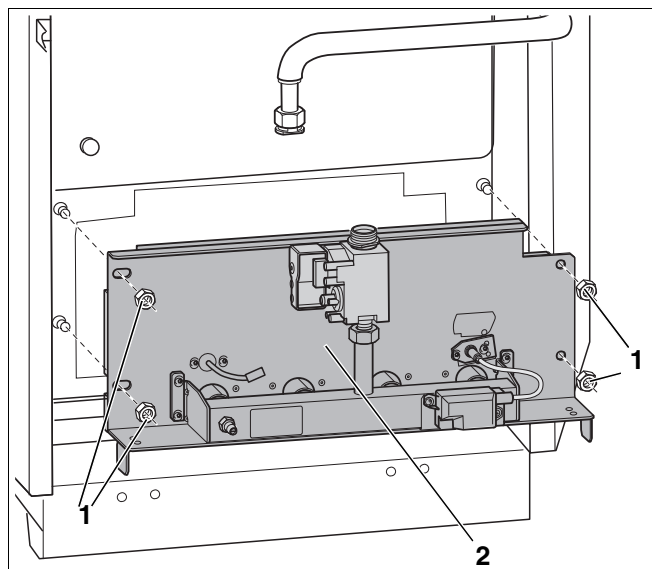

Рис. 38 Снятие крепежных гаек
- Открутить крепежные гайки (рис. 38, **поз. 1**) на щитке горелки (рис. 38, **поз. 2**) и вынуть газовую горелку.
- При креплении щитка горелки (рис. 38, поз. 2, стр. 54) слегка затяните четыре болта.